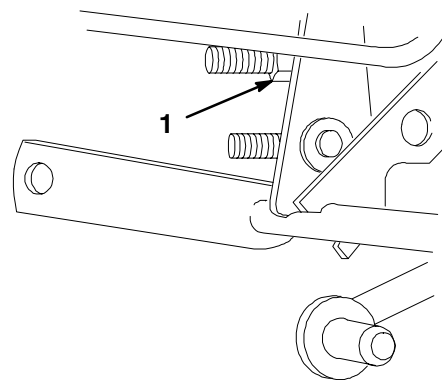

Bild 9
1. Stellen Sie die Transporthöhe durch Drehen der Transporthöhenmutter am Hubmechanismus (Bild 9) ein – im Uhrzeigersinn zum Anheben und entgegen dem Uhrzeigersinn, um das Schneidwerk abzusenken.